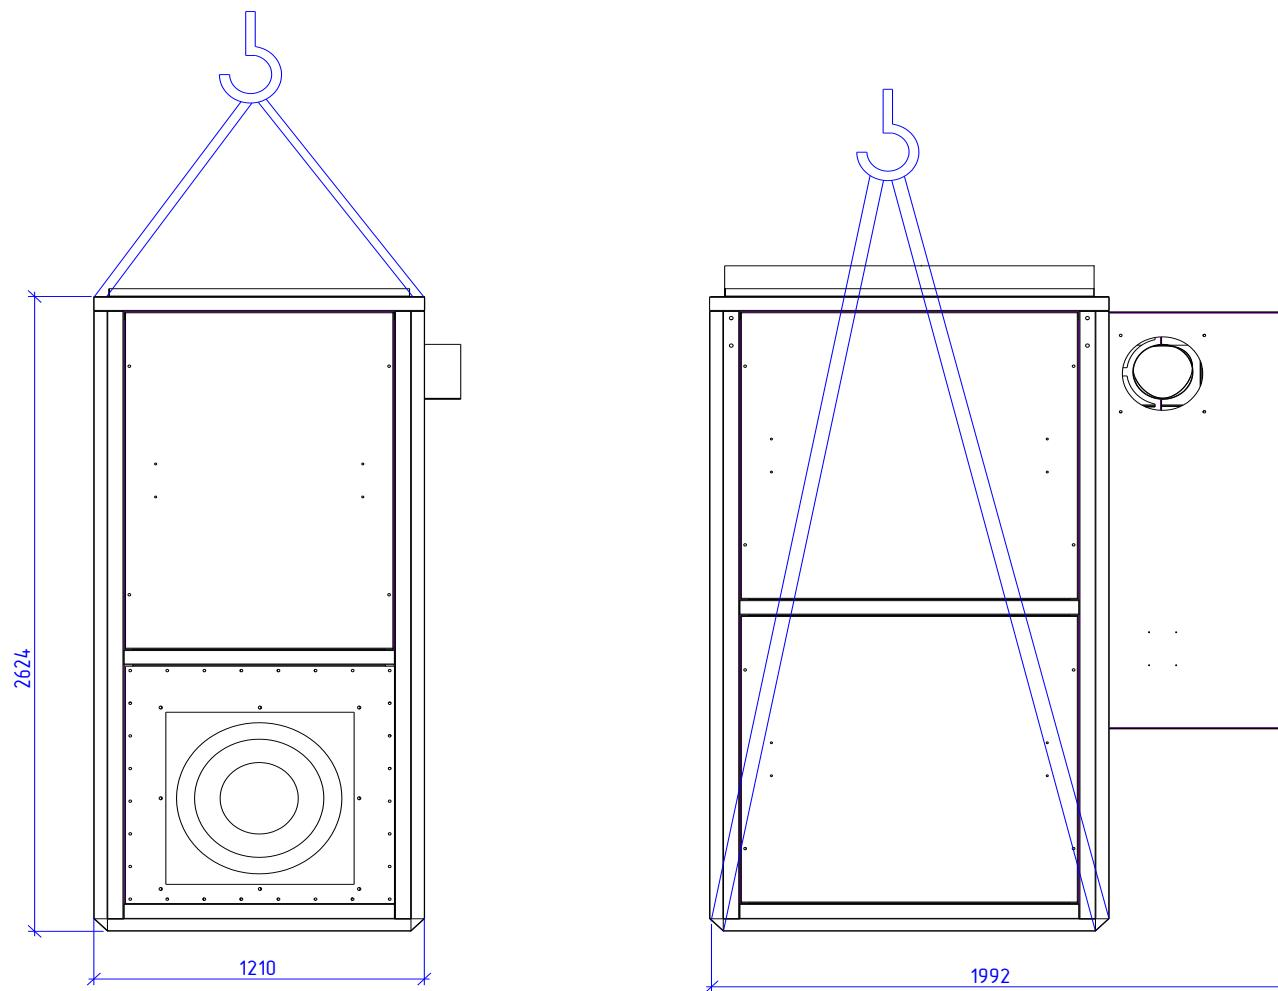

Рисунок 5 - Схема строповки
- строповку производить в соответствии со схемой строповки (рис.5);